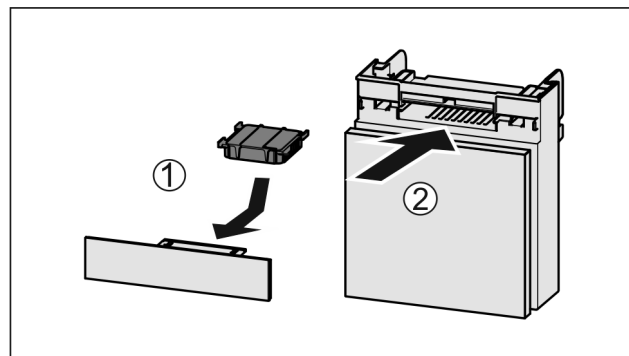

Fig. 135
- ▶ Helyezze be Fig. 135 (1) az aktív szén-szűrőt az ábrán látható módon.
- ▶ Tolja be Fig. 135 (2) a rekeszt.